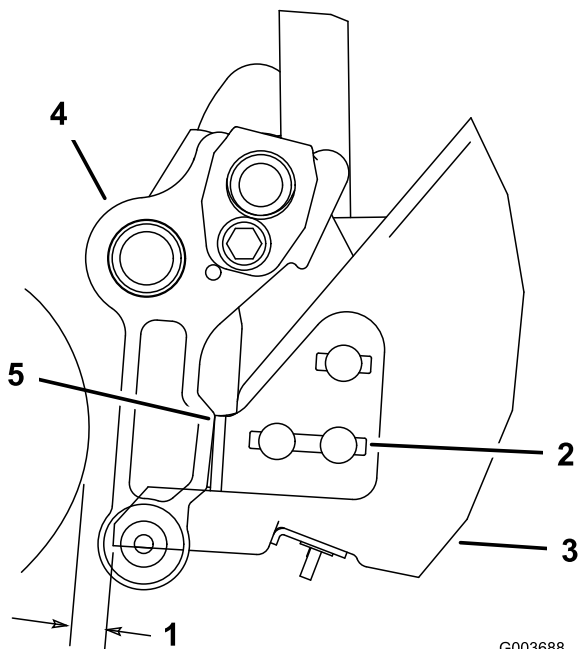

Figure 13
1. De chaque côté du bac, desserrez les écrous des boulons de carrosserie qui fixent les supports de butée au bac (Figure 13).
2. Positionnez le bac parallèlement au plateau de coupe, avec un espace d'au moins 6 mm entre le rebord du bac et le cylindre (Figure 13).